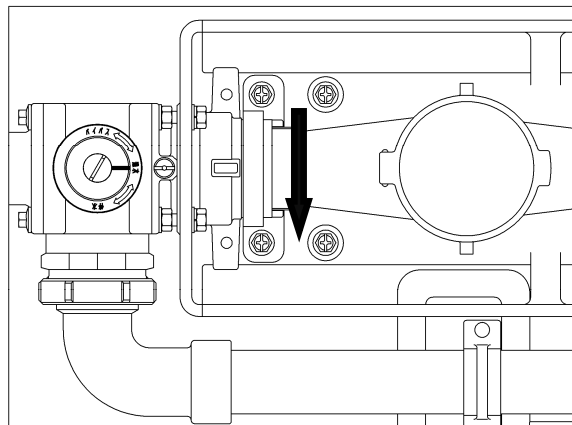

図6
- ① ご使用前に樹脂製のOリング脱落防止キャップを取り外して下さい。
- ② メータ接続部(メータの端面が当たる部分)にOリングが組み付けられていることを確認して下さい。
- ③ 仕切弁のハンドルを「S」方向に回し、弁を閉じて下さい。
- ④ スライダーにメータをのせます。その後、スライダーハンドルを図6の矢印方向に回して取付けます。
- ⑤ スライダーハンドルは「S」方向へ、緩まないようにしっかりと締めます。
- ⑥ 配管上流側のバルブを開け、空気抜栓を2回転ほどゆっくりと緩め、内部の空気を排出します。
- ⑦ 空気排出後、空気抜栓を水が止るまでマイナスドライバーで締め付けて下さい。
- ⑧ メータ接続部から漏水がなければ結束バンドでベースとスライダーハンドルを固定します。漏水した場合は、上流側のバルブを閉じ、③の操作からやり直して下さい。
- ⑨ 仕切弁を「0」方向に止るまで回して全開にし、メータの取付けは終了です。